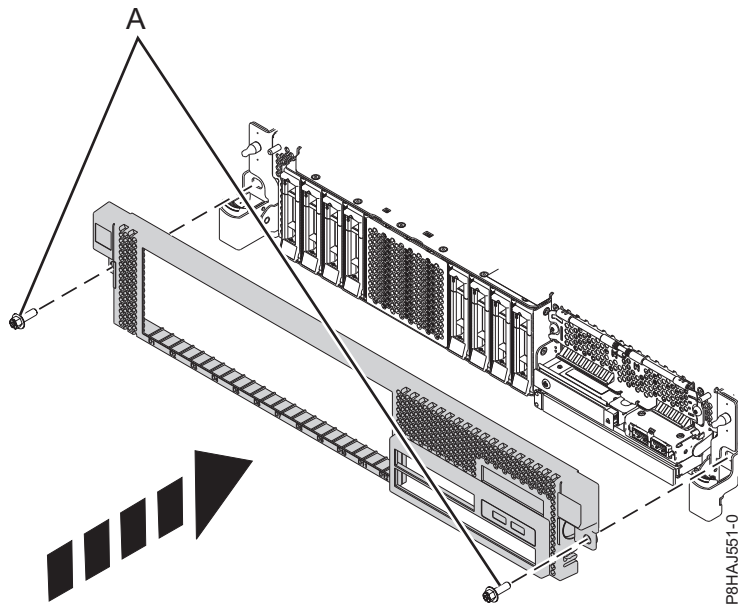

Figura 12. Instalación de la cubierta frontal
3. Cierre los pestillos de liberación empujando en la dirección que se muestra en Figura 12 en la página 34. La cubierta se insertará en su posición y dispone de una hendidura que le permite sujetarla más fácilmente.
4. Sustituya los tornillos de envío (A).